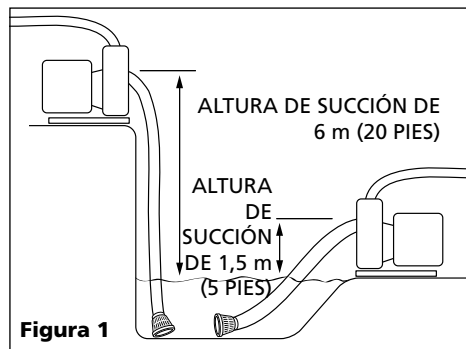

Figura 1
1. La bomba debe colocarse lo más cerca posible del agua a bombear. Una bomba con una altura de succión de 6 metros (20 pies) no eliminará agua tan rápidamente como una bomba con una altura de succión de 1,5 metros (5 pies) (Figura 1).